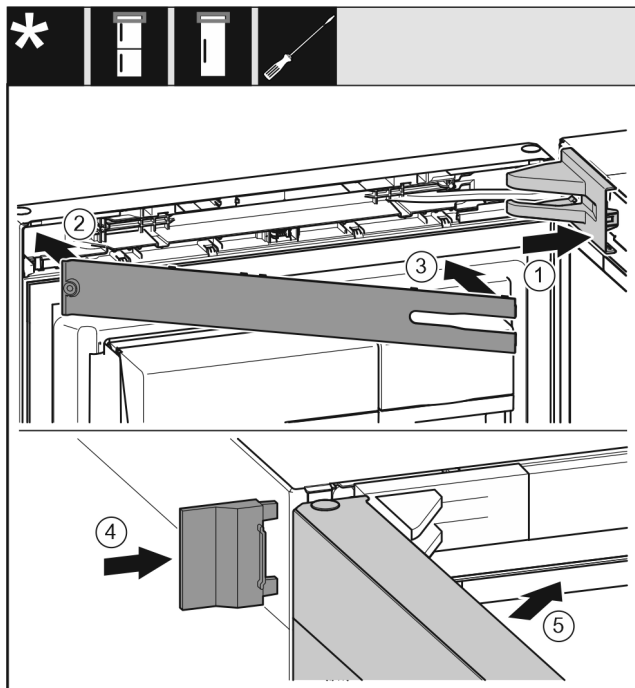

Fig. 32
- ▶ Stavite pokrov podloška ležaja Fig. 32 (1) i pustite ga da se uglavi, po potrebi ga oprezno razdvojite.
- ▶ Natakните masku Fig. 32 (2).
- ▶ Zakrenite masku Fig. 32 (3) i pustite da uskoči.
- ▶ Natakните vanjski poklopac Fig. 32 (4).
- ▶ Zatvorite gornja vrata Fig. 32 (5).